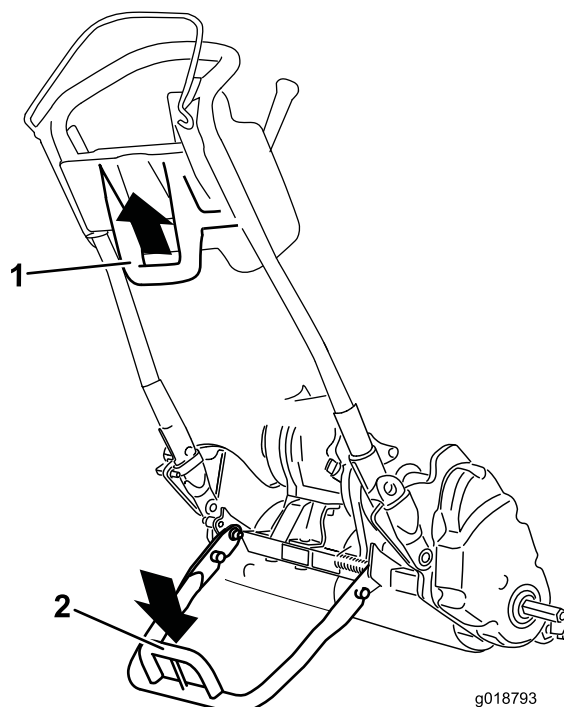

Рисунок 21
- Чтобы использовать откидную опору для монтажа транспортных колес, опустите ее на землю и наступите на пятку откидной опоры, вытягивая вверх и назад нижнюю среднюю рукоятку машины (Рисунок 21).